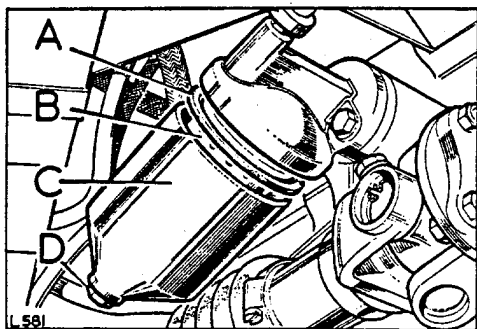

Abb. A1-50. Hauptstromölfilter
1. Ein neues Element in der Filterglocke einsetzen, und diese am Deckel montieren. Darauf achten, dass die Filterglocke vollständig am Dichtring im Deckel aufliegt. Siehe Abb. A1-50.